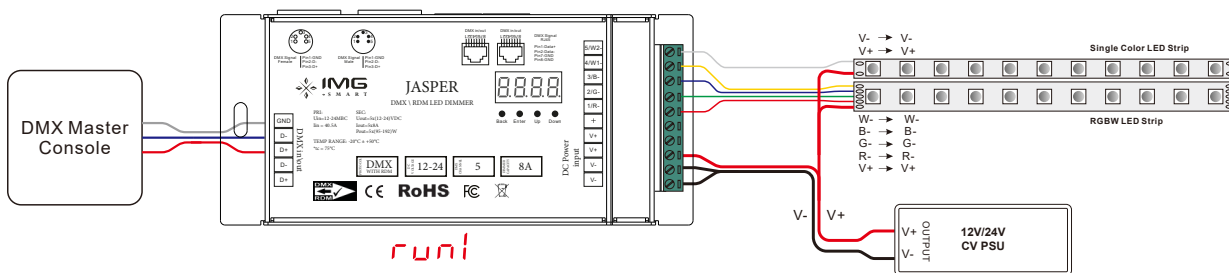

Рисунок 1. Схема подключения JASPER
- 3.2. Подключите декодер согласно схеме (рисунок 1).